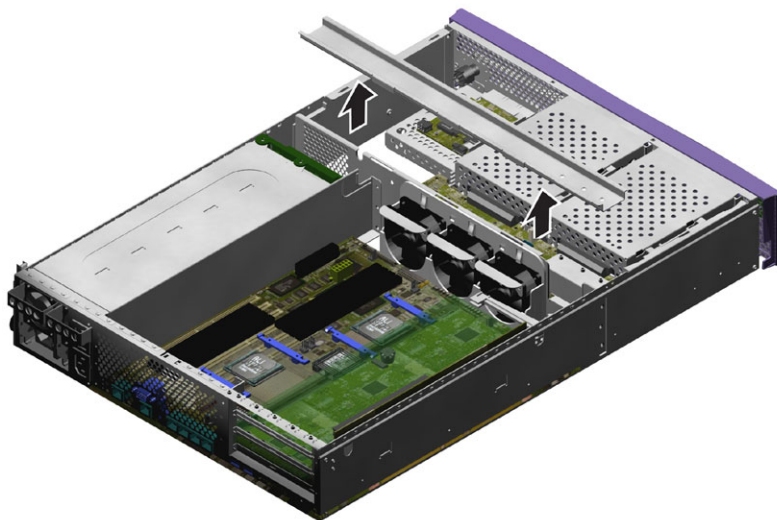

图 1-6 拆除 U 型槽
5. 松开横穿服务器的 U 型槽, 并将其拆除 (图 1-6)。